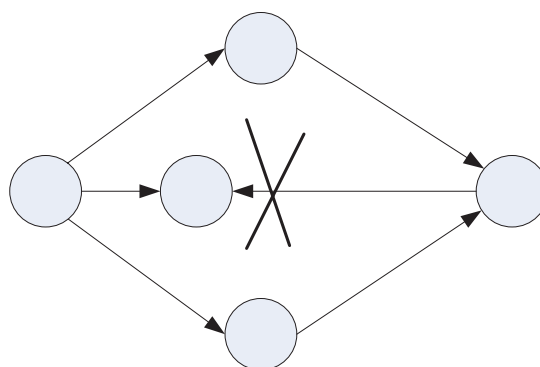

Рис. 5.9. Стрілка справа наліво
11. Не повинно бути стрілок, направлених справа наліво (рис. 5.9).